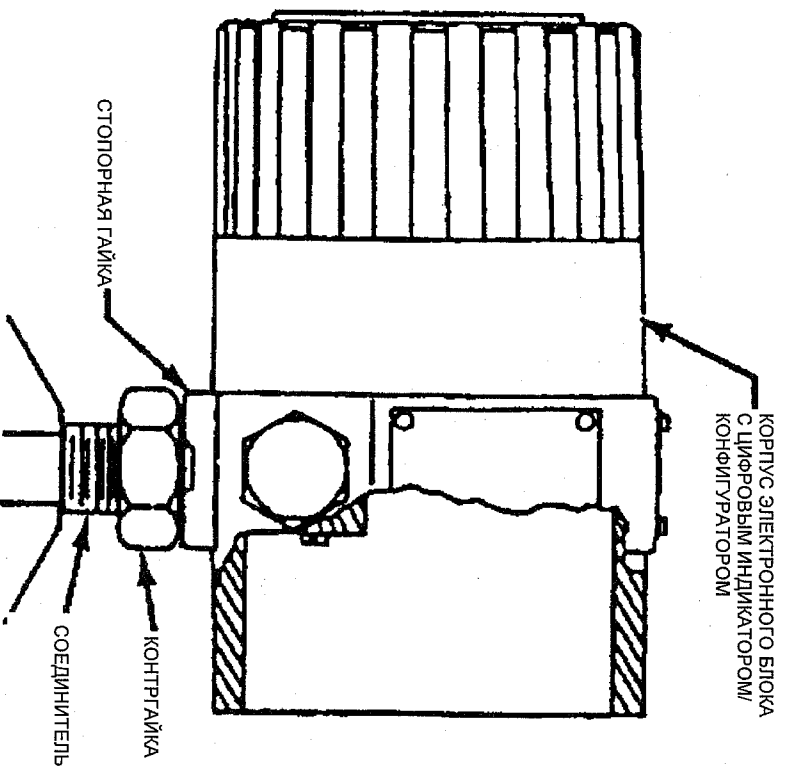

Рис. 8. Изменение положения корпуса электрического блока
1. Опустите стопорную гайку корпуса электрического блока до конца резьбы. См. рис. 8.